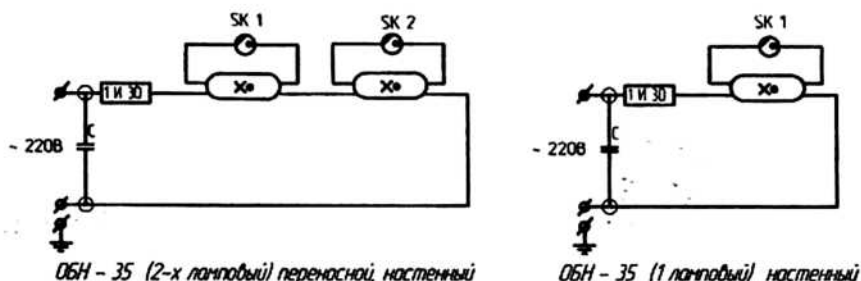

Рис. 3. Принципиальная электрическая схема облучателей бактерицидных
1.2 Закрепить корпус облучателя к опорной поверхности шурупами 4x35 ГОСТ 1144-80 по разметке согласно рис. 3 на высоте не менее 2 м от пола.